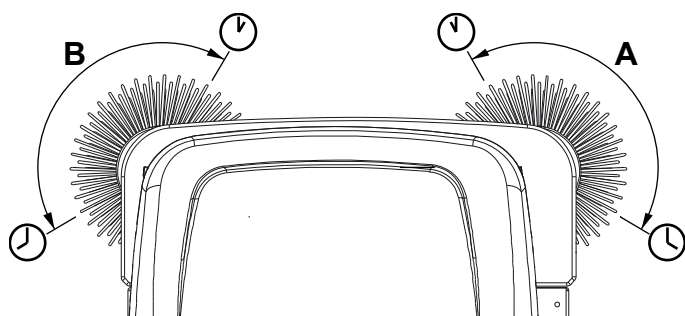

Abbildung 4
3. Zündschlüssel (66) drehen und Gerät einschalten.
4. Seitenbesen mit dem Hebel (52) absenken und 1 Minute drehen lassen.
5. Sind die Seitenbesen (9) (15, serienmäßig bei SR 1601 MAXI) abgesenkt, müssen sie den Boden hinsichtlich Ausdehnung und Ausrichtung wie auf der Abbildung (A und B, Abb. 4) berühren.